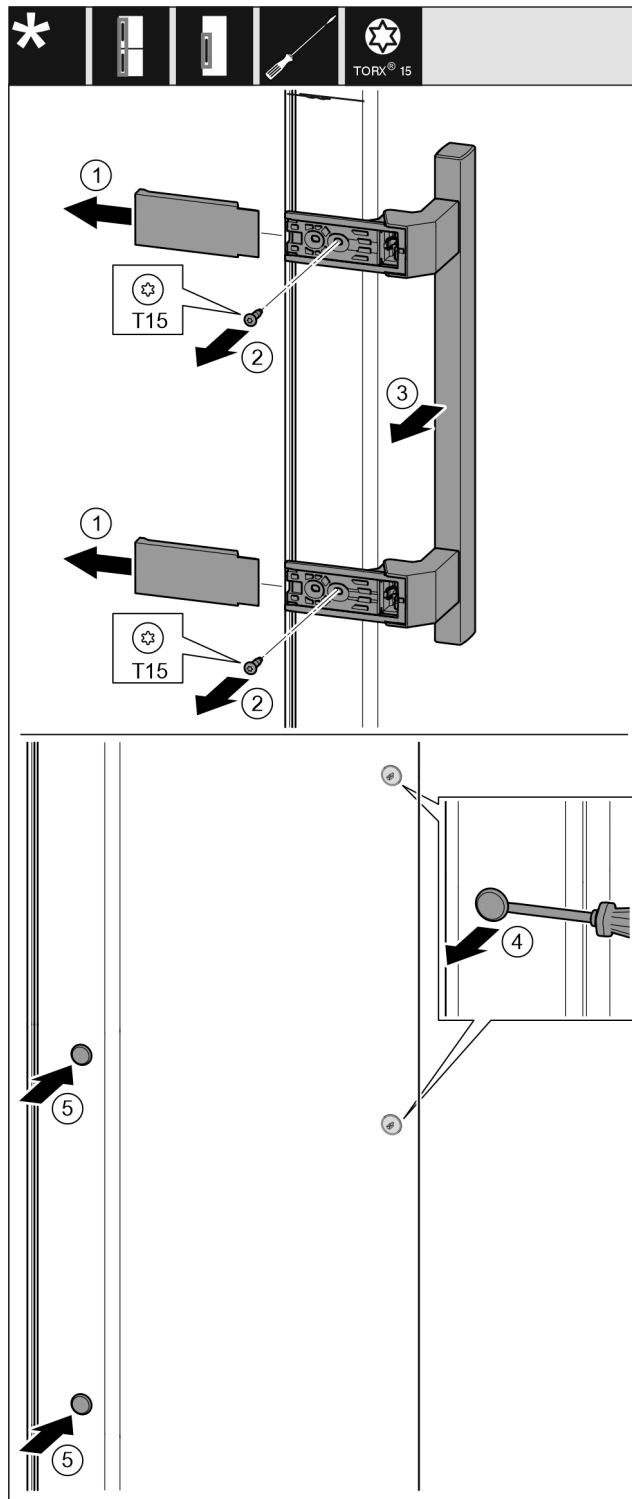

Fig. 17
- Vedä suojus irti. Fig. 17 (1)
- Kierrä ruuvit irti T15-ruuvimeisselillä. Fig. 17 (2)
- Irrota kahva. Fig. 17 (3)
- Kohota sivussa olevia nastoja varovasti uraruuvimeisselillä ja vedä ne ulos. Fig. 17 (4)
- Aseta nastat paikoilleen toiselle puolelle. Fig. 17 (5)